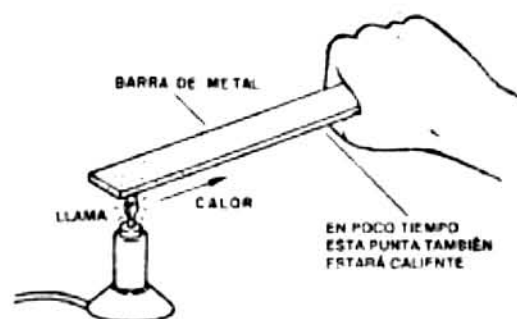

figura 6
1. Conducción: esta forma se parece mucho a la electricidad. Del mismo modo que los portadores pueden "saltar" de átomo en átomo, el calor producido por la agitación de las partículas puede transmitirse de átomo a átomo de un cuerpo. (figura 6)